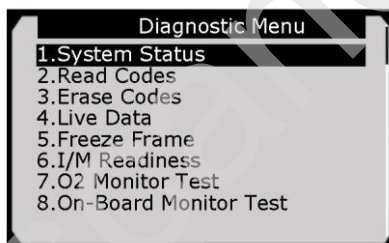

Рисунок 5-3
7) Ознакомьтесь со сводной информацией о состоянии системы (состояние индикатора MIL, количество диагностических кодов неисправностей, статус монитора), отображаемой на экране дисплея сканера. См. рисунок 5-1. Нажмите кнопку ESC, чтобы перейти к меню диагностики (см. рисунок 5-3).
1) С помощью кнопки прокрутки вверх/вниз выберите пункт **Read Codes** [Считывание кодов] в меню диагностики, а затем нажмите кнопку **ОК**. См. рисунок 5-3.
- 1) С помощью **кнопок прокрутки вверх/вниз** выберите пункт **Erase Codes [Стереть коды]** в меню диагностики, а затем нажмите **кнопку ОК**. См. рисунок 5-3.
1) Для просмотра оперативных данных используйте **кнопки прокрутки вверх/вниз**, чтобы выбрать пункт **Live data [Оперативные данные]** в меню **диагностики**, а затем нажмите **кнопку ОК**. См. рисунок 5-3.